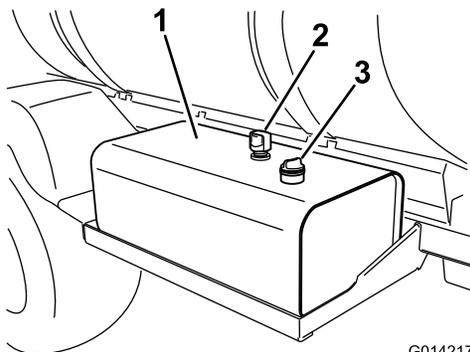

Figura 59
3. Pulite l'area attorno al tappo del serbatoio dell'olio idraulico e toglietelo (Figura 59).